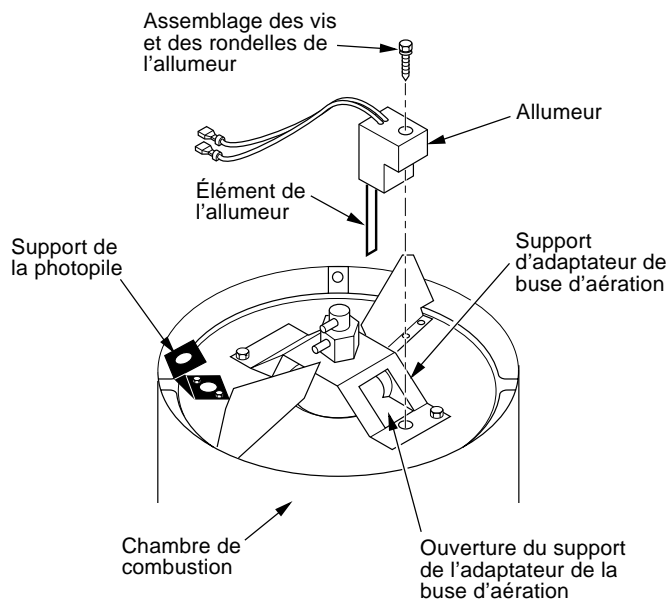

Figure 13 - Remplacement de l'allumeur (modèles 125T et 170T illustrés)
6. Retirez la chambre de combustion. Posez la chambre de combustion debout avec le support de l'adaptateur de la buse d'aération sur le dessus (voir Figure 13).
9. Guidez délicatement l'allumeur dans l'ouverture du support de l'adaptateur de la buse d'aération. Ne frappez pas l'élément de l'allumeur. Attachez l'allumeur au support de l'adaptateur de la buse d'aération avec la vis à l'aide d'une clef à écrou de 1/4" (voir Figure 13). Serrez au couple entre 0,90 à 1,69 N-m (8 à 15 pouce-livres). Ne serrez pas excessivement.